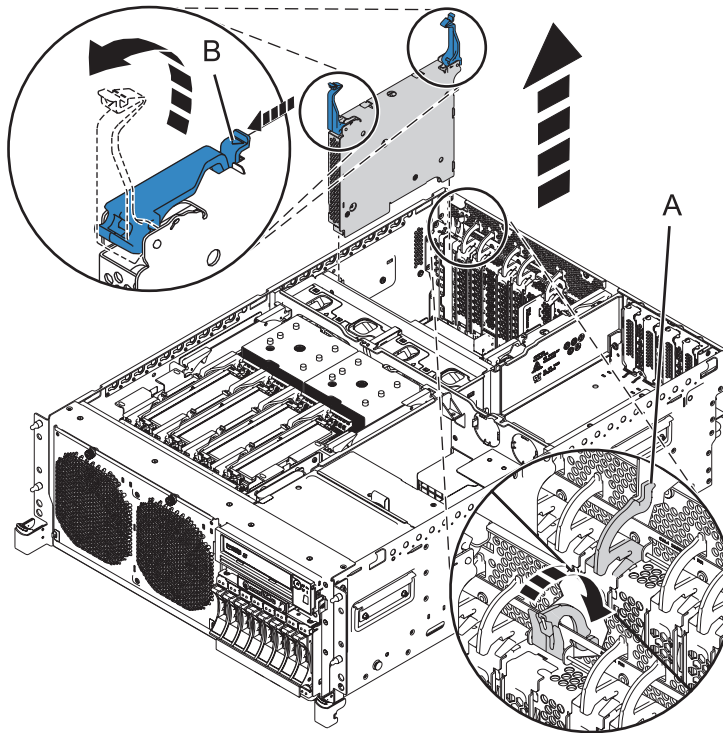
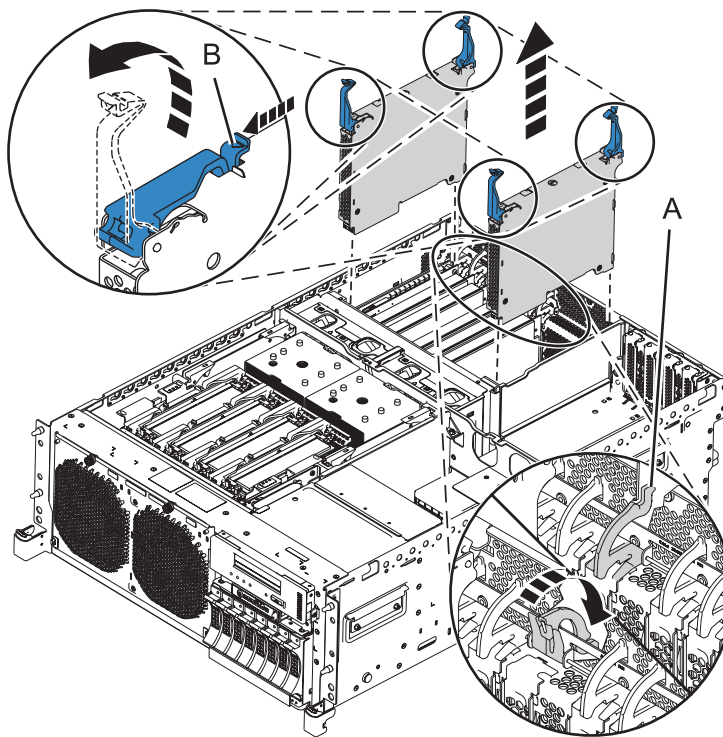

Abbildung 7. GX-Adapter aus Einschubsystem 8202-E4B oder 8205-E6B ausbauen
Abbildung 8. GX-Adapter (FC EJ03) aus Einschubsystem 8202-E4C, 8202-E4D, 8205-E6C oder 8205-E6D ausbauen
12. Wenn sich das System in der Serviceposition befindet, bauen Sie das vorhandene Adaptergehäuse aus (siehe Abb. 7 auf Seite 10 und Abb. 8 auf Seite 10). Entriegeln Sie die Verriegelung oberhalb des Adaptersteckplatzes (**A**), indem Sie sie zur Rückseite des Systems ziehen.